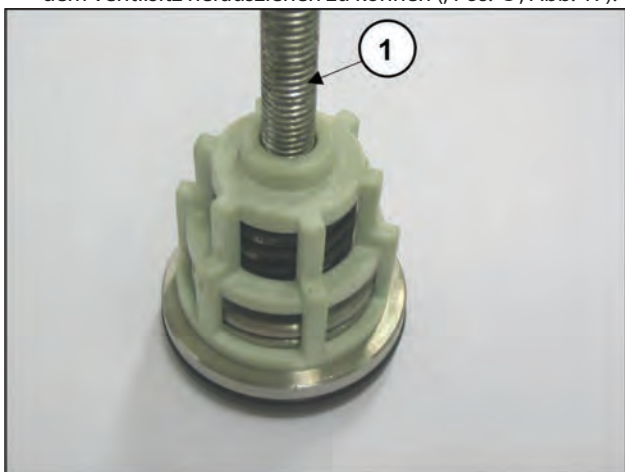

Abb. 17
- Bauen Sie die Saug- und Druckventilgruppen durch Anziehen einer Schraube M10 ausreichender Länge aus, um die Ventilscheibe betätigen und die Ventilführung aus dem Ventilsitz herausziehen zu können (, Pos. ④, Abb. 17).